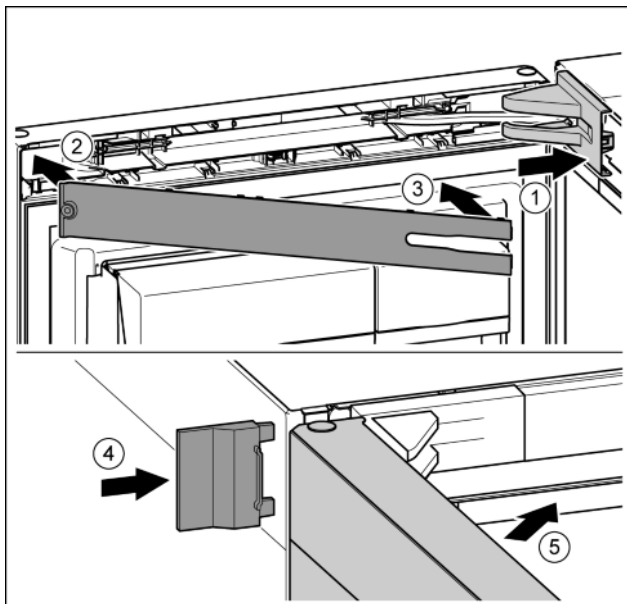

Fig. 26
- ▶ Afdekking van de lagerbus aanbrengen en vastklikken, en indien nodig, voorzichtig uit elkaar drukken. Fig. 26 (1)
- ▶ Paneel aanbrengen. Fig. 26 (2)
- ▶ Paneel naar binnen draaien en vastklikken. Fig. 26 (3)
- ▶ Buitenste afdekking erop schuiven. Fig. 26 (4)
- ▶ Bovenste deur sluiten. Fig. 26 (5)